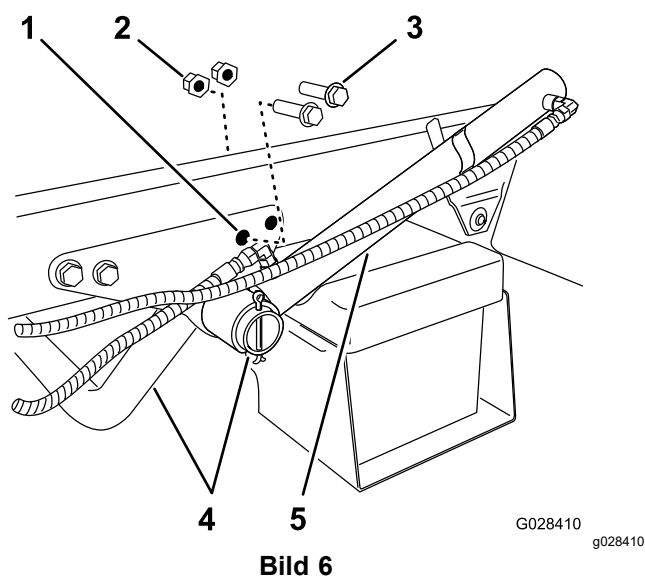

Bild 6
- Entfernen Sie die zwei hinteren Bundkopfschrauben und zwei Sicherungsbundmutter, mit denen die Stützhalterung für das Motorrohr am Rahmen der Maschine befestigt ist (**Bild 6**).
2. Drehen Sie den Hubzylinder, um einen Abstand für das Montieren der Befestigungshalterung am Behältergestell zu schaffen (Bild 6).